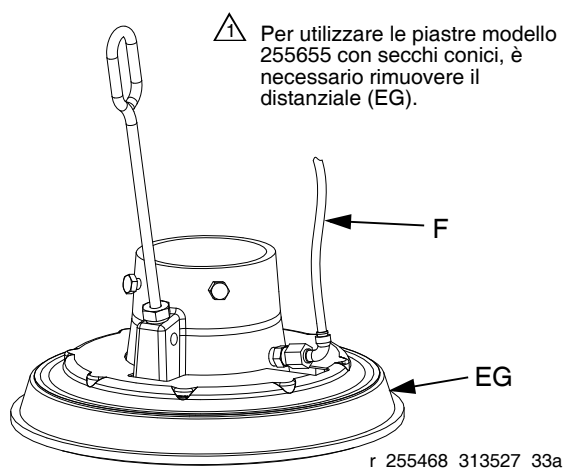

FIG. 10
Vedere la FIG. 10. Se la piastra non fuoriesce facilmente dal secchio quando la pompa viene sollevata, il flessibile a supporto pneumatico (F) o la valvola di controllo potrebbero essere ostruiti. Una valvola ostruita impedisce all'aria di raggiungere la parte inferiore della piastra per l'ausilio durante il sollevamento dal secchio.
2. Pulire il tubo a supporto pneumatico (F) nella piastra. Pulire tutte le parti della valvola e rimontare.
3. Estrarre l'asta di sfiato (EK) dalla piastra. Inserire l'asta di sfiato attraverso le porte di sfiato per rimuovere il residuo di materiale.